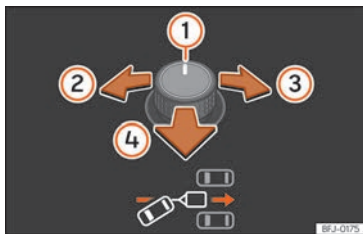
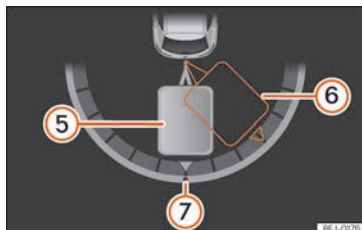

Abb. 195 Drehknopf für die Außenspiegel: Ausrichtung des Anhängers einstellen.
Abb. 196 Bildschirm des Kombi-Instruments: Rückwärtsfahren.
Legende zu **Abb. 195**, **Abb. 196**:
• Schalter kippen, bis die gewünschte Richtung erreicht ist **» Abb. 195**. Im Display des Kombi-Instruments erscheint zur Orientierung eine Darstellung des Gespanns in der aktuellen Position **» Abb. 196**.